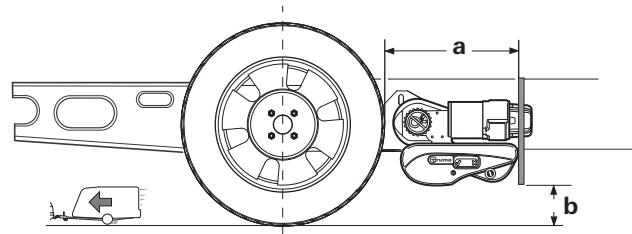

Afb. 26
- De twee 30 mm dikke afstandsplaten kunnen naar keuze een afstand van 30 mm of 60 mm aanpassen (Afb. 26).